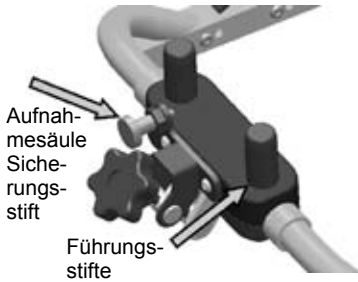

Abb. 4
- Den Sicherungsstift für die Aufnahmesäule an der Hinterseite des Grundgestells ziehen und eine viertel Umdrehung drehen, damit er festgestellt ist (Abb. 4).